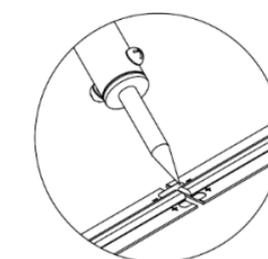

Рисунок 4.
5.4. Если необходимо соединить два отрезка ленты, следует совместить их и припаять перемычками соответствующие контактные площадки (необходимо соблюдать полярность «+» и «-») (см. Рисунок 4). При этом запрещается перегреть саму ленту и светодиоды (пайка паяльником при температуре не более 260°C, время пайки не должно превышать 10 секунд).